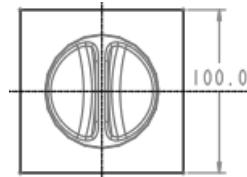

图 11.4 截面草图
(1) 选择命令。单击 **模具** 功能选项卡 **形状** **▼** 区域中的  **拉伸** 按钮。
(2) 创建实体拉伸特征。
① 选取拉伸类型。在出现的操控板中，确认“实体”类型按钮  被按下。
② 定义草绘截面放置属性。在绘图区中右击，从系统弹出的快捷菜单中选择 **定义内部草绘...** 命令。选择 **MAIN_PARTING_PLN** 基准平面作为草绘平面，草绘平面的参考平面为 **MOLD_RIGHT** 基准平面，方位为 **右**，单击 **草绘** 按钮，至此系统进入截面草绘环境。
③ 绘制截面草图。进入截面草绘环境后，选取 **MOLD_RIGHT** 基准平面和 **MOLD_FRONT** 基准平面为草绘参考，截面草图如图 11.4 所示；完成特征截面的绘制后，单击“草绘”操控板中的“确定”按钮 。